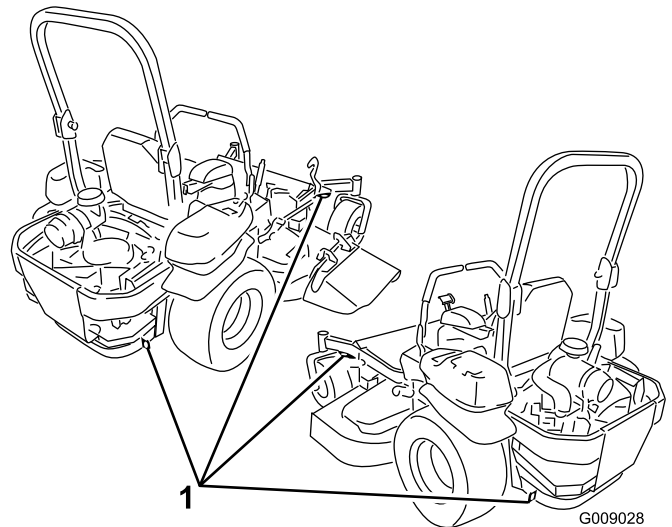

Figure 31
5. Servez-vous des points d'attache en métal de la machine pour arrimer solidement la machine sur la remorque ou le véhicule utilitaire avec des sangles, des chaînes, des câbles ou des cordes (Figure 31).